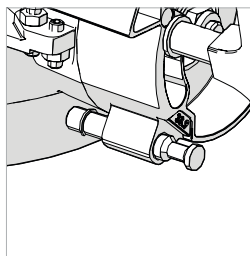

Fig. 45
Avvertenza: Un bloccaggio sicuro è fornito a 33,9° dell'angolo di smusso. Esso può essere raggiunto mettendo in funzione (spingendo verso l'interno) il perno di smusso a 33,9°. **(Fig. 45)** Di norma il perno di smusso dovrebbe essere lasciato nella sua posizione di riposo (non inserito).
- Mettere in funzione il perno di smusso a 33,9° ingaggiandolo del tutto nel suo alloggiamento. **(Fig. 45)**